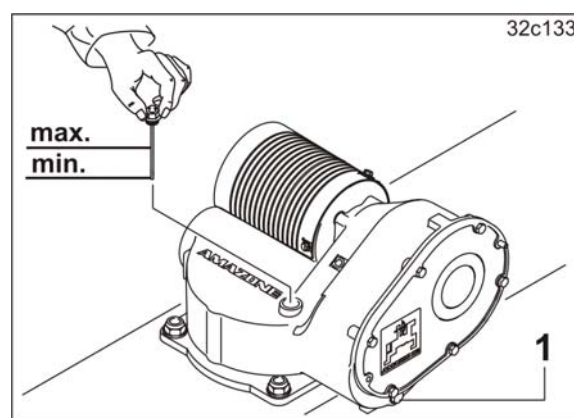

図 178
2. オイル排出ねじ（図 178/1）を回して外してください。